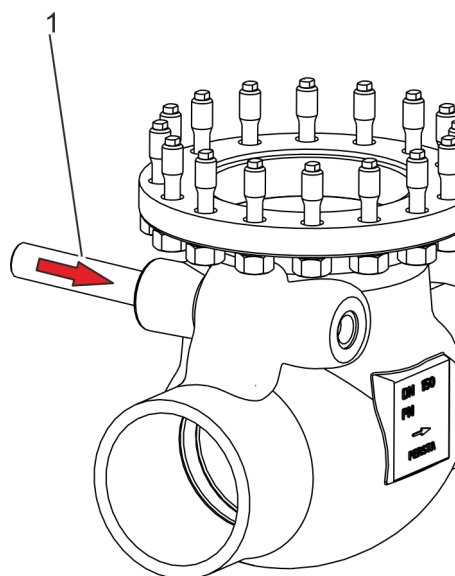

Fig. 30: Remachar el eje de la clapeta
- 14.** ▶ Remache con cuidado el eje de la clapeta (Fig. 30/1) a través del alojamiento en el brazo de clapeta en la abertura opuesta ubicada en el cuerpo.